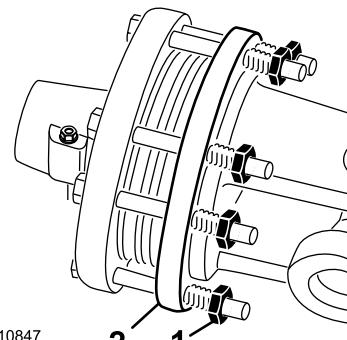

Figura 44
1. No final da época, solte cada uma das porcas da embraiagem 2 voltas (Figura 44).